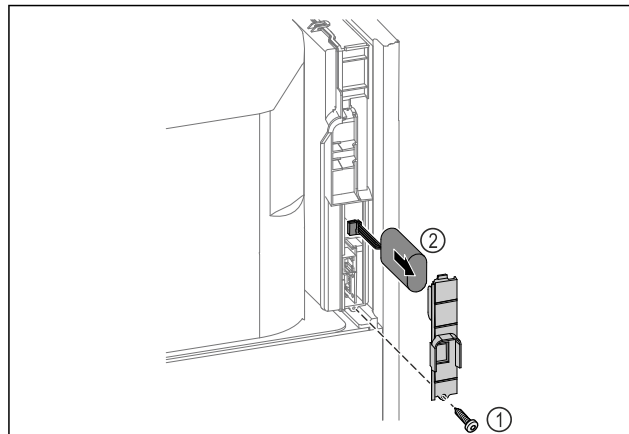

Fig. 222
- ▶ Odvrtite vijak i skinite poklopac na stražnjoj strani uređaja Fig. 222 (1).
- ▶ Iskopčajte i izvadite bateriju Fig. 222 (2).